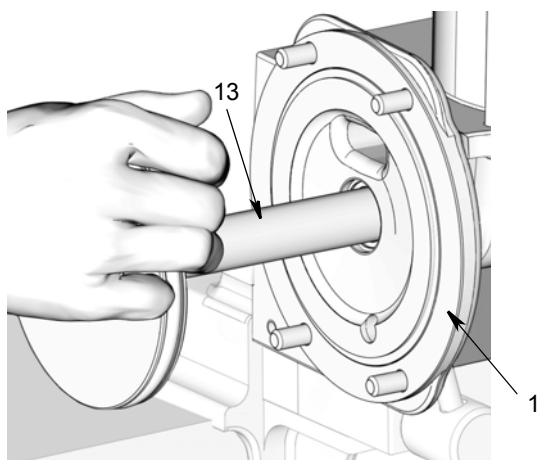

FIG. 51
- f. Appliquer une fine couche de graisse sur le pourtour et sur toute la longueur de la tige de piston (13). Pousser doucement la tige de piston dans la base de la pompe (1) en appliquant un mouvement de rotation pour faire passer la tige à travers les joints et entretoises précédemment montés (FIG. 51).